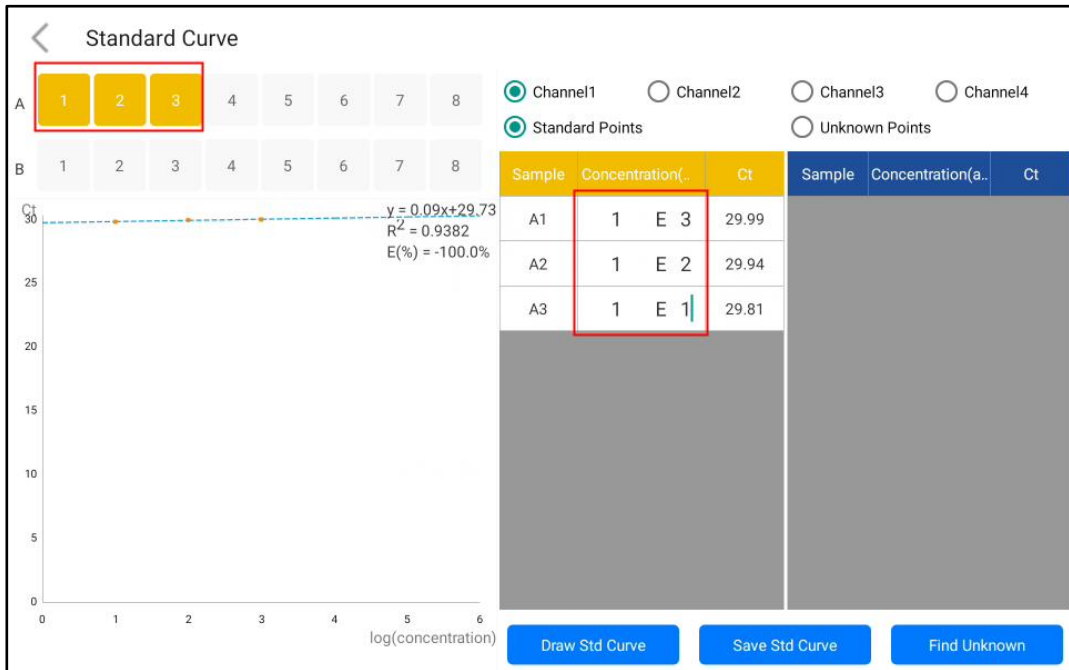

Figure 4-5-4 Interface de la courbe standard
- a. Cliquez sur le bouton "Courbe standard" dans l'interface des données pour accéder à l'interface de la courbe standard (comme indiqué dans la Figure 4-5-4).